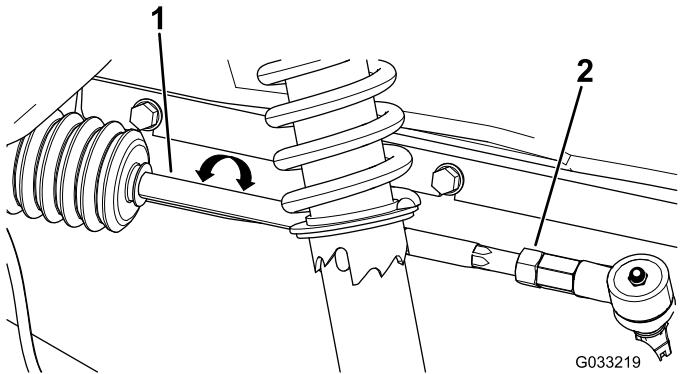

Figura 53
2. Si la distancia no es de entre 0 y 6 mm, afloje las contratuerca en el extremo exterior de las bielas (Figura 53).